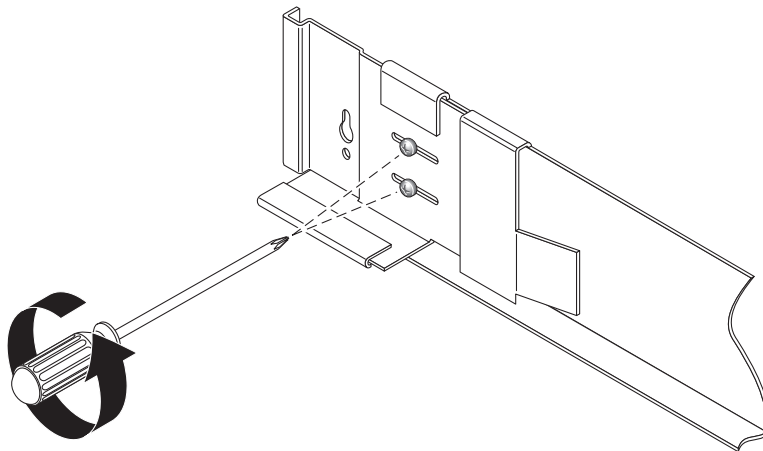

FIGURA 2-2 Aflojamiento de los tornillos para regular la longitud de las guías
1. Utilice un destornillador Phillips del 2 para aflojar los tornillos laterales de las guías y ajuste la longitud de cada una de ellas hasta el máximo (FIGURA 2-2).